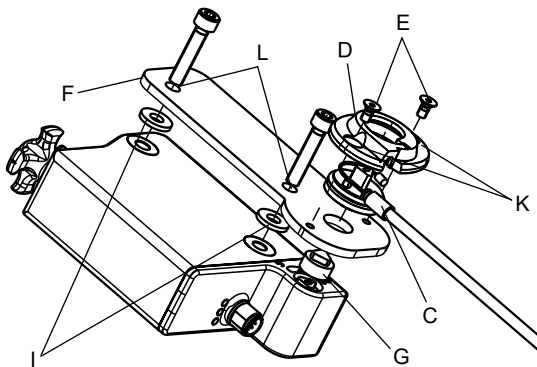
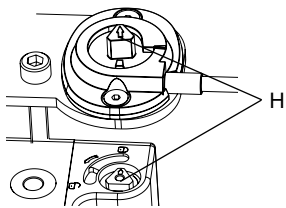

Figura 7
Figura 8
- Inserire la parte che fuoriesce (triangolo con freccia) del coperchio dell'adattatore D nella scanalatura del raccordo C (v. Figura 7).
- Fissare quindi il coperchio dell'adattatore D con le due viti a testa svasata M4 (E) fornite in dotazione alla piastra di montaggio F (coppia di serraggio 1,2 Nm).
3. Osservare la direzione delle frecce sul triangolo e sull'adattatore H (v. Figura 8).